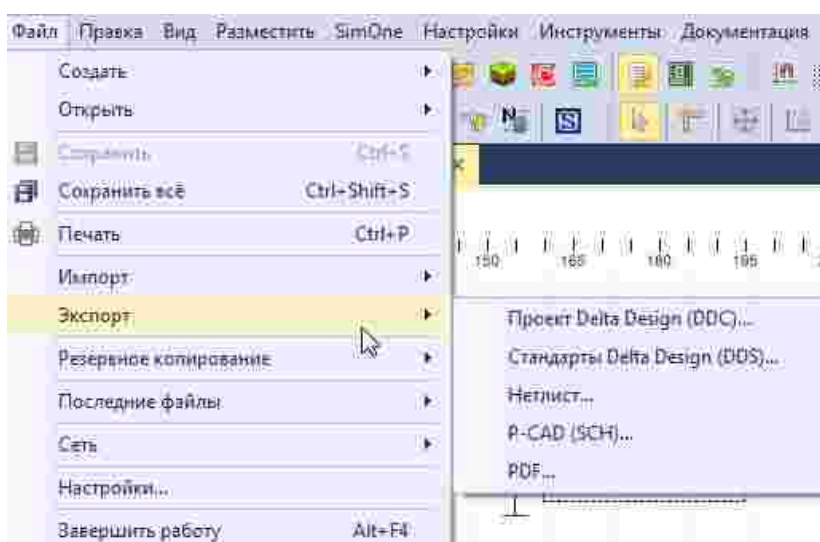

Рис. 276 Синхронизация схемы и платы через экспорт проекта
3. Осуществить экспорт проекта, см. Рис. 276.